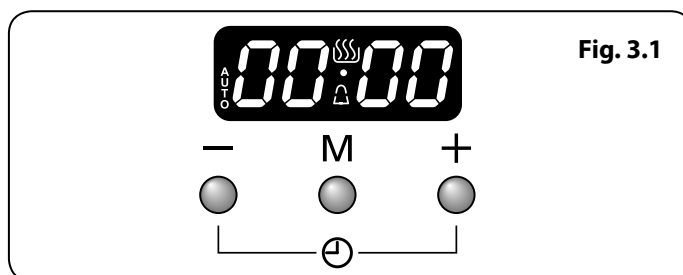

Fig. 3.1
1. L'horloge LCD est présentée en (**Fig. 3.1**). Une fois la cuisinière connectée et allumée, l'écran clignote (00.00) et l'heure débute à (00.00).